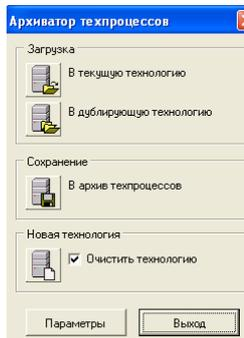

Рисунок 6 – Выбор действий архиватора
4. Дважды щелкнем мышью на файле документа – тогда запускается программа-архиватор. Подтверждаем необходимость запуска нажатием кнопки «Yes». В результате появляется окно архиватора. Далее нажимаем кнопку «Новая технология» (рисунок 6). Также необходимо включить флажок на пункте очистки предыдущего содержания ТП.